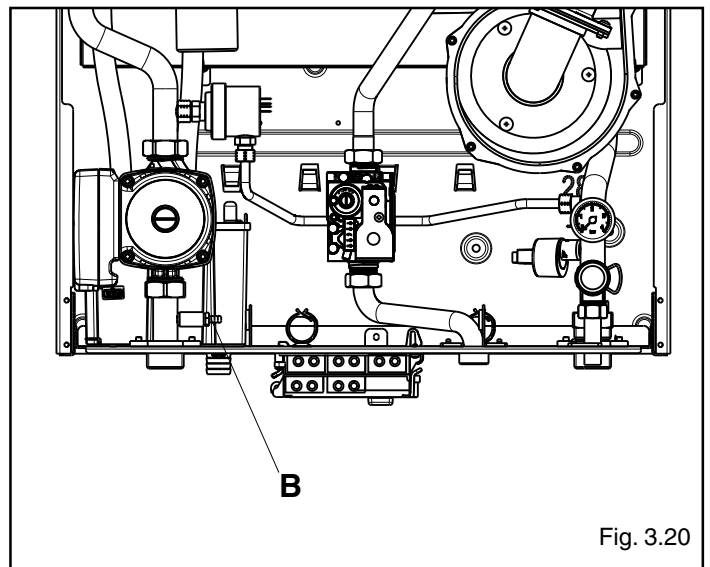

Fig. 3.20
- Allentare manualmente la valvola di scarico impianto (**B - fig. 3.20**) e collegare ad essa il tubetto a corredo caldaia per poter scaricare l'acqua in un recipiente esterno.